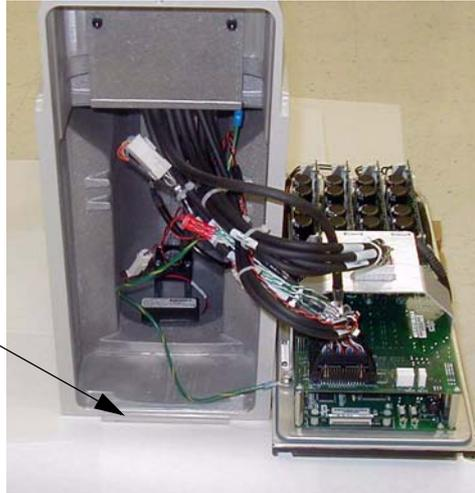

Figure 7.6 : installation du châssis de l'AIB dans la base du robot
10. Insérez délicatement le châssis dans la base du robot, en utilisant la rainure conçue à cet effet (voir la figure 7.6). Soulevez le châssis et mettez-le en place contre le robot, en vous assurant de ne laisser dépasser ni de coincer aucun câble et de ne pas endommager le joint torique du châssis.